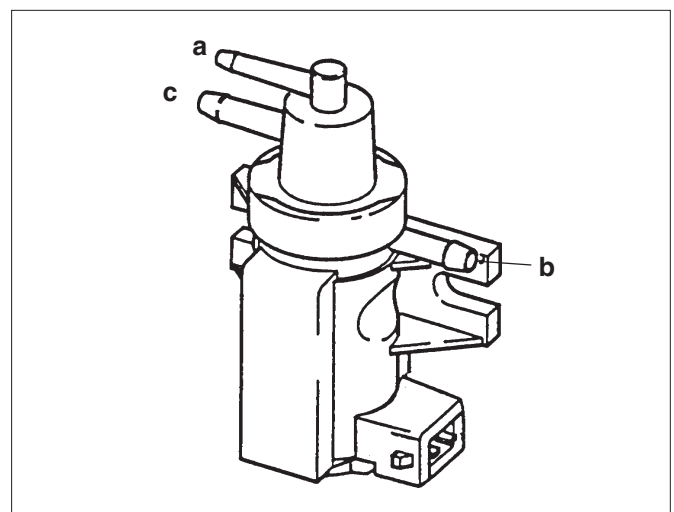

Abb. 3
4.2 Elektropneumatischer-Druckwandler (EPW), Abb. 3